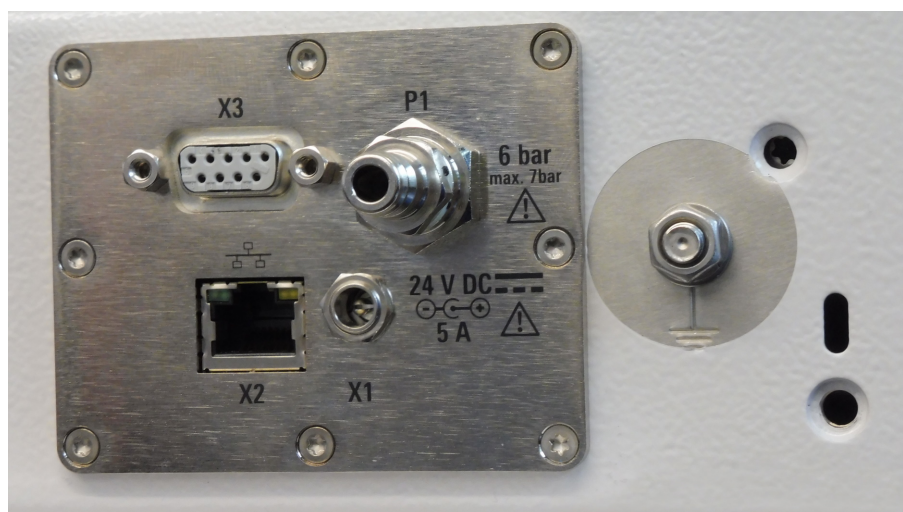

図 6-6: 電源供給／制御パネル
クイック結合プラグ[P1] (図 6-6 を参照) には、直径 6 mm のフレキシブルチューブに対応するプッシュプルアダプターが追加で付属します。
1. シリアルポート経由でのリモート制御では、制御システムと D-Sub 9 コネクタを RS-232 ケーブルで接続します（[X3]の図 6-6 を参照）。
2. イーサネット経由でのリモート制御では、制御システムと RJ45 コネクタを LAN ケーブルで接続します（[X2]の図 6-6 を参照）。